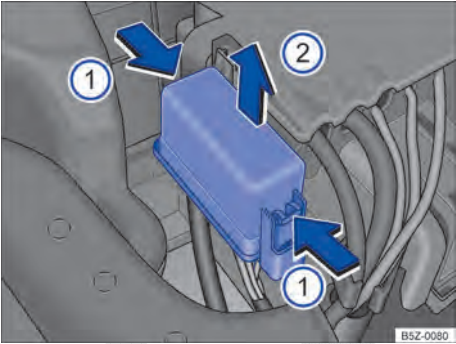

Fig. 169 No compartimento do motor: retirar cobertura da caixa de fusíveis.
- Pressionar as travas no sentido da seta  para destravar a cobertura da caixa de fusíveis ⇒ Fig. 169.